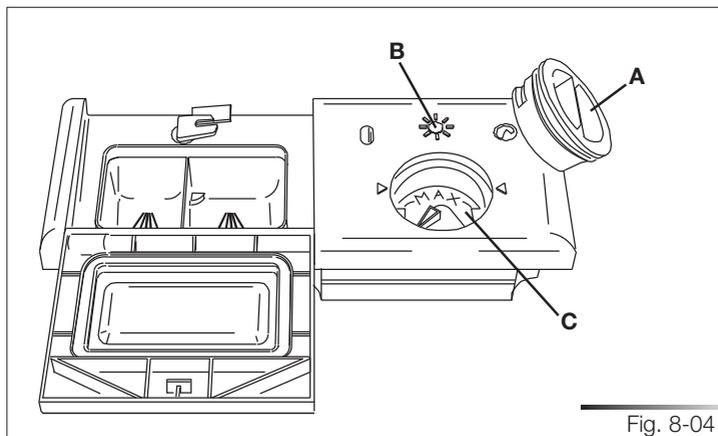

Fig. 8-04
- Gire el tapón (ref. A fig. 8-04) del depósito dándole $\frac{1}{4}$ de vuelta en sentido antihorario y retírelo de su lugar.
- Coloque el abrillantador hasta llenar el compartimento (140 ml aprox). El indicador óptico (ref. B fig. 8-04), situado al lado del tapón se debe oscurecer completamente. Agregue nuevamente el abrillantador cuando el indicador óptico se ponga claro o cuando se ilumine el piloto que señala la falta de abrillantador, situado en el display (véase el man. “descripción de los mandos”).
- Vuelva a situar el tapón (ref. A fig. 8-04) y gírelo en sentido horario hasta cerrarlo completamente.
La dosificación del abrillantador se puede programar en 6 niveles. El lavavajillas se suministra con la regulación media (indicador del selector situado en “3”) programada en fábrica. Para regular la dosificación gire el selector (ref. C fig. 8-04), presente en el dosificador, hasta alcanzar la posición necesaria; la dosis será proporcional a la posición del selector. Preste atención a que la dosis
- Para regular la dosificación gire el tapón del depósito (ref. A fig. 8-04) dándole $\frac{1}{4}$ de vuelta en sentido antihorario y retírelo de su lugar.
- Vuelva a situar el tapón (ref. A fig. 8-04) girándolo en sentido horario hasta cerrarlo completamente.